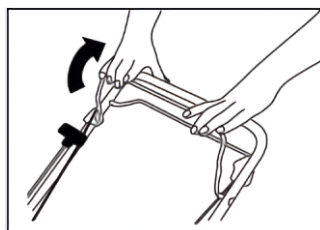

Рис.4
- Нажмите и удерживайте рычаг остановки двигателя (см. Рис.4)